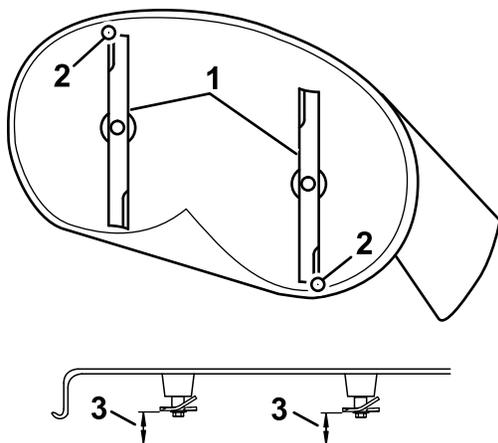
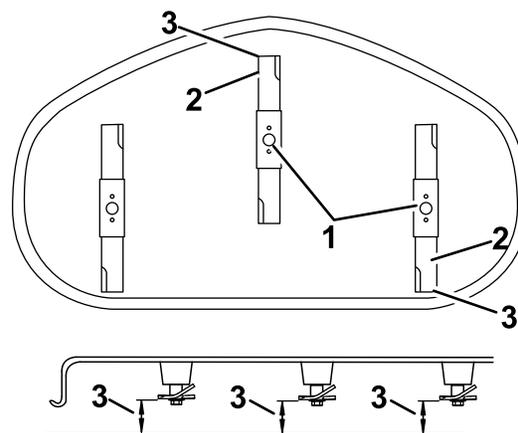

Figura 66
Figura 67
4. Gire cuidadosamente las cuchillas colocándolas en el sentido de avance de la máquina (Figura 66).
5. Mida entre la punta de la cuchilla delantera y la superficie plana y entre la punta de la cuchilla trasera y la superficie plana (Figura 66 o Figura 67).
4. Después de realizar el ajuste, compruebe de nuevo la inclinación longitudinal, y siga ajustando la tuerca hasta que la punta de la cuchilla delantera esté entre 1,6 y 7,9 mm más baja que la punta de la cuchilla trasera (Figura 66).